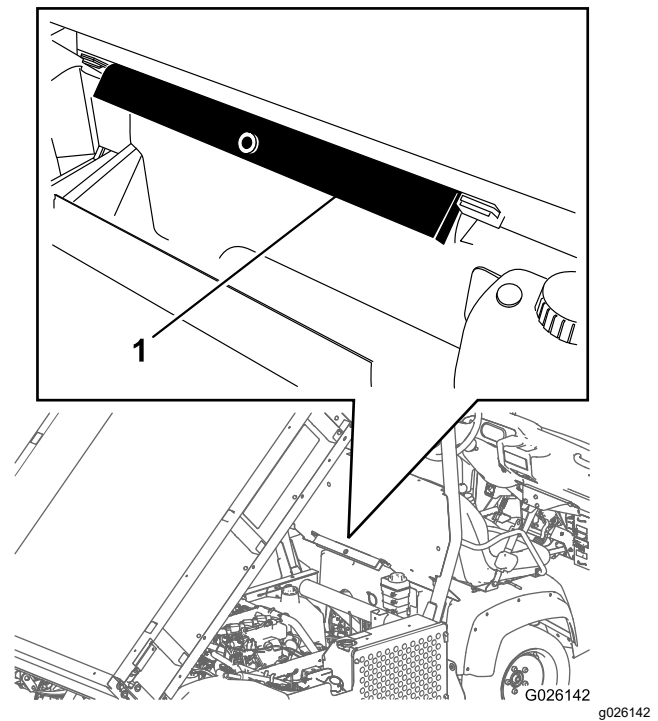

Bild 32
2. Nehmen Sie die Ladepritschenstütze aus den Lagerhalterungen hinten an der Überrollschutzplatte (**Bild 32**).